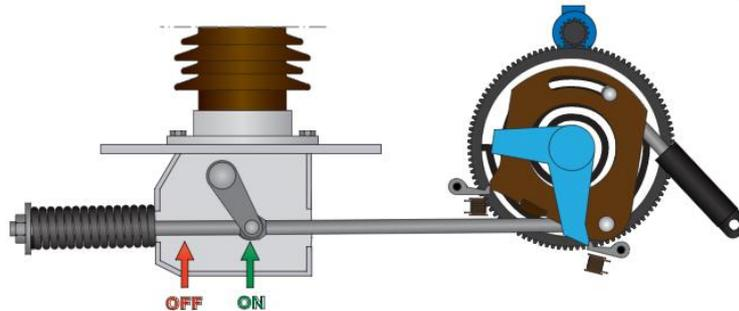

Рис. 3. Включенное положение
1. Включенное положение. Контакты выключателя замкнуты, а пружины включения и отключения взведены в нормальном рабочем положении. В этом положении выключатель всегда готов выполнить операцию отключения или цикл полного автоматического повторного включения в следующей последовательности: О – 0,3 с – ВО (О-отключение, В-включение) (рисунок 3).